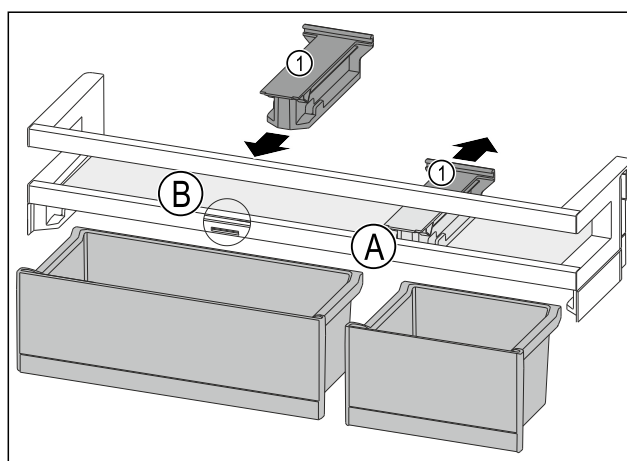

Fig. 107
- ▶ Halteteil Fig. 107 (1) in Position Fig. 107 (A) nach hinten abziehen.
- ▶ Halteteil Fig. 107 (1) in Position Fig. 107 (B) einsetzen.